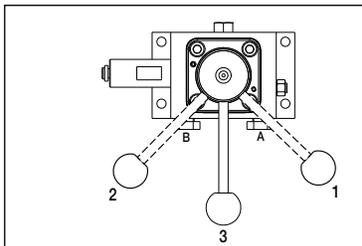

Figure 8
(Voir la Figure 8)
4. Faire tourner la soupape de commande en position neutre/maintenir (« 3 ») (voir la figure 8 pour les positions de la soupape).